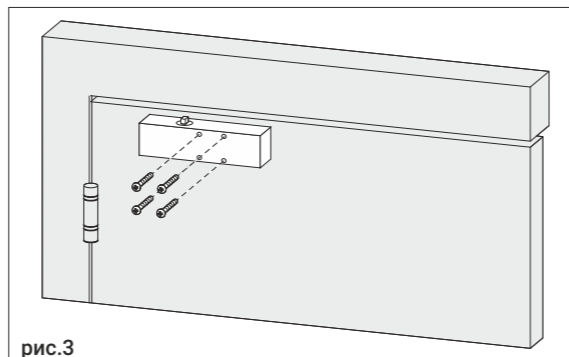

рис.3
1. Установите доводчик таким образом, чтобы винты регулировки CLOSING SPEED и LATCH SPEED находились со стороны петель, зафиксируйте обязательно четырьмя винтами М5 (шурупами), рис. 3. Установка на два или три винта (шурупа) не допускается!